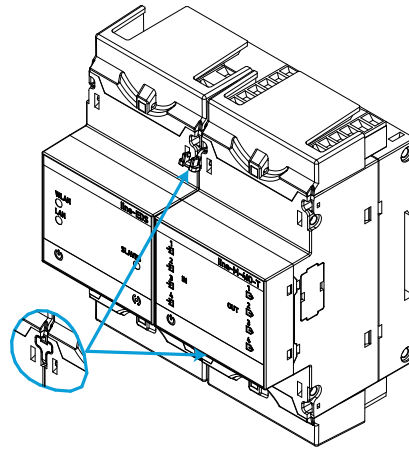

Figure 10: Installation étape 3.
3.- Connectez les deux appareils et fixez-les en abaissant les clips avant (Figure 10).